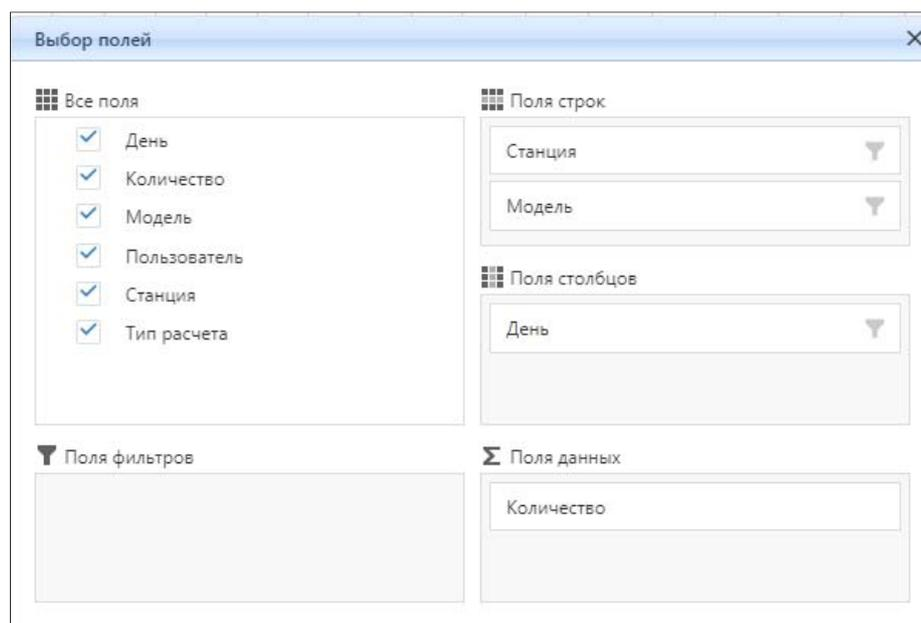

Рисунок 4.10.6 – Окно «Выбор полей»
Для настройки параметров полей в блоке (3) нажмите на кнопку (5) «Показать выбор полей» (рис. 4.10.5). Вам будет доступна панель выбора (рис. 4.10.6).
В окне выбора полей (рис. 4.10.6) укажите: